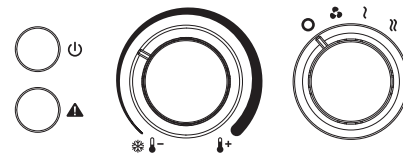
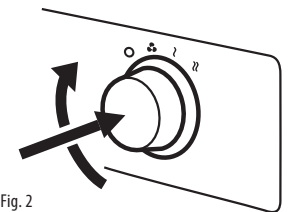

Fig. 1
Fig. 2
- With the power setting knob in the off position (O), plug in the heater.
- To operate the heater, push in the power setting knob while turning it clockwise to the desired position (fig. 1). The pilot light (U) will illuminate. This safety feature will help ensure that the heater can not be turned on accidentally (fig. 2).
- Push in and turn the power setting knob to off (O) and unplug the heater when you are finished using it.
- Zur Inbetriebnahme des Heizgeräts den Ein-/Ausschalter drücken und ihn dabei im Uhrzeigersinn auf die gewünschte Position drehen (Abb. 1). Die Kontrollleuchte (☺) leuchtet auf. Dies ist eine Sicherheitsvorrichtung, die ein unbeabsichtigtes Einschalten des Heizgeräts verhindern soll (Abb. 2).